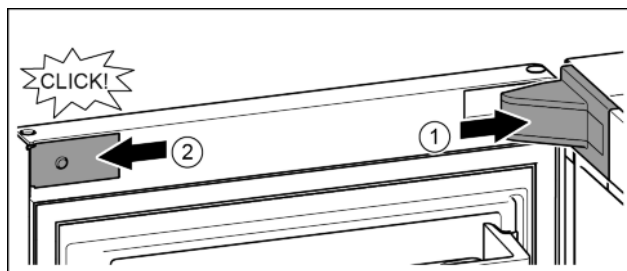

Fig. 24
- ▶ Applicare la copertura del blocco di supporto e inserirla a scatto, se necessario allontanarla con attenzione. Fig. 24 (1)
- ▶ Applicare la maschera lateralmente e inserirla a scatto. Fig. 24 (2)